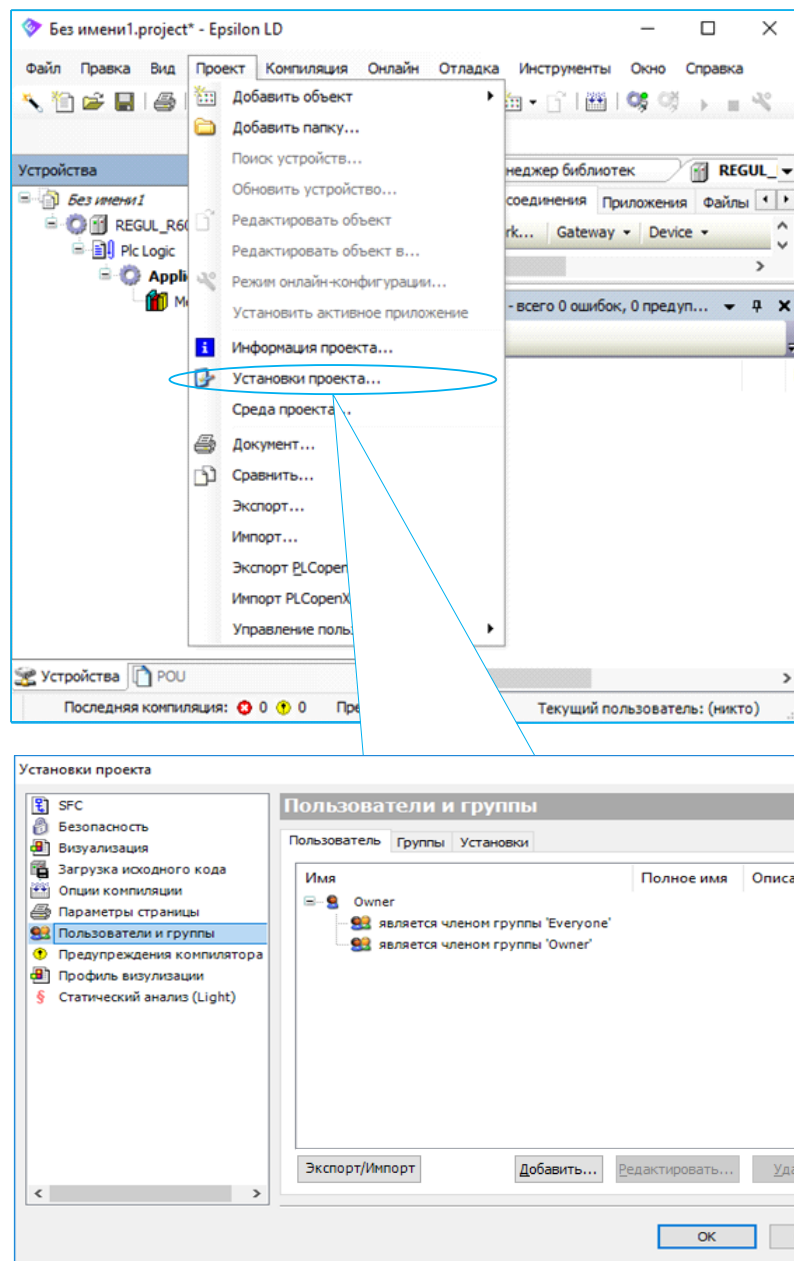

Рисунок 228 – Диалоговое окно установки проекта категории пользователи и группы
- выберите в основном меню команду **Проект(Project)** ⇒ **Установки проекта (Project Settings)...** и в появившемся окне категорию **Пользователи и группы (Users and Groups)** (Рисунок 228). Категория разбита на три подкатегории: **Пользователь, Группы и Установки;**